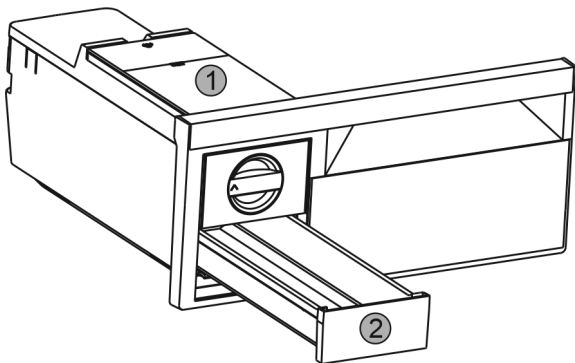

Fig. 38
- ▶ Vyjměte nádržku na vodu Fig. 38 (1) a zásuvku na kostky ledu Fig. 38 (2).